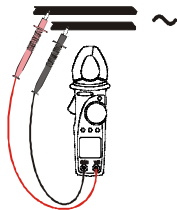

Рис. 6: измерение частоты напряжения
4. Подключите испытательные щупы к цепи (см. рис.6). На дисплее отобразится значение измеренной частоты.
4. Подключите испытательные щупы к цепи (см. рис. 6). На дисплее отобразится значение коэффициента искажения синусоидальности кривой напряжения. На дисплее высветится символ “**THD%**”.
5. С помощью кнопок **Г↑** и **Г↓** выбрать любую из возможных значений гармоник от постоянного тока (DC) до 25-ой гармоники. На вспомогательном дисплее будет показан порядковый номер гармоники. Процентное значение данной гармоники от суммарного коэффициента искажения напряжения отображается на основном дисплее (например, **НЗ%** означает третью гармонику 50 Гц).